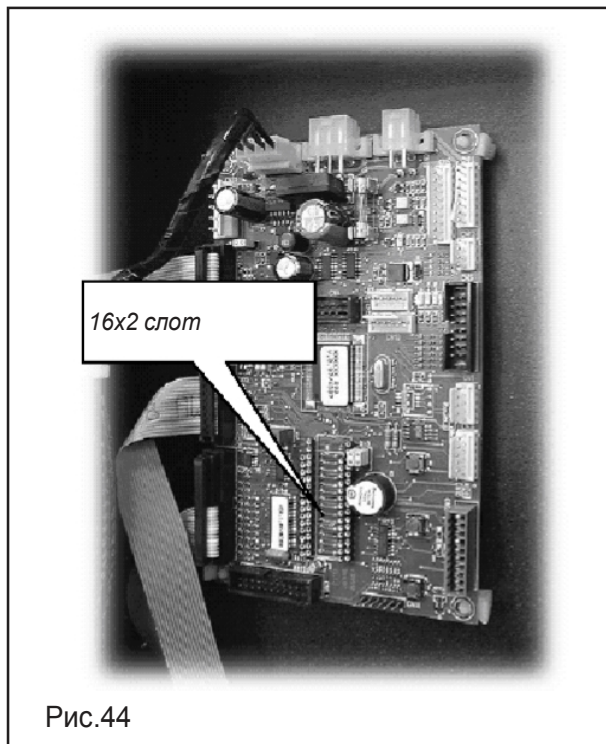

Рис.44
- вставить внешнюю память в 16x2 слот (Рис. 44) секцией с PIN 1 вверх. Убедиться, что все контакты плотно вошли и соответствуют 16x2 слот.